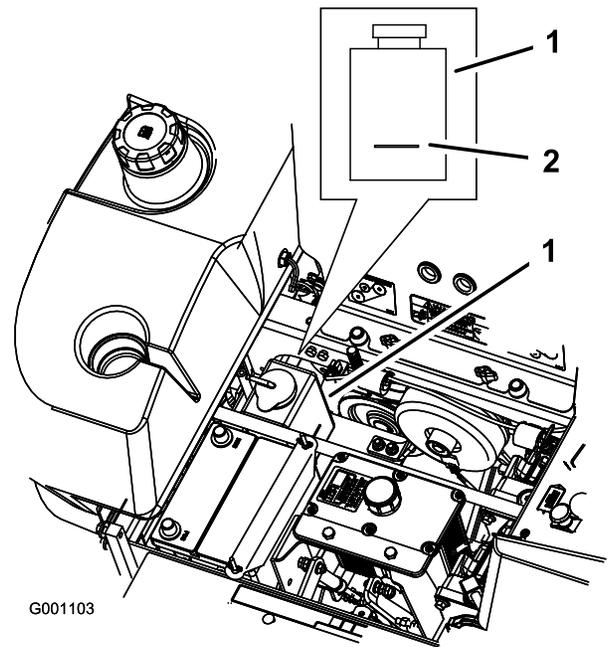

Figure 83
3. Lorsque le moteur est froid, vérifiez le niveau de liquide dans le vase d'expansion. Le liquide doit atteindre la bosse à l'extérieur du vase d'expansion (Figure 83).
4. Si le niveau de liquide est insuffisant, versez un mélange 50/50 d'antigel longue durée/Dex-Cool® et d'eau dans le vase d'expansion (Figure 83).
5. Versez une quantité suffisante de mélange 50/50 dans le vase d'expansion pour atteindre le trait de repère (Figure 83).